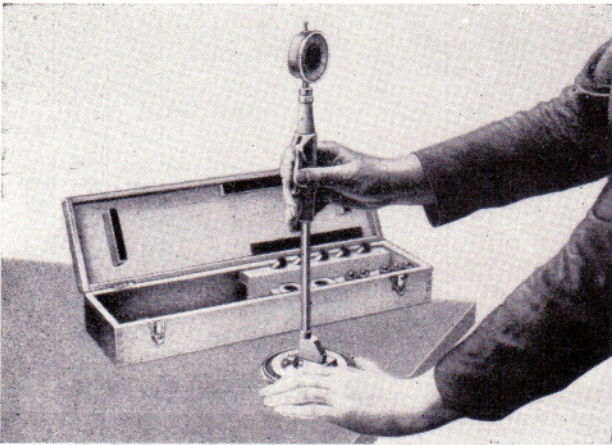

Bild 12
- Meßeinsatz in den Einstellring des betreffenden Durchmessers einsetzen und die Meßuhr auf das Grundmaß einstellen (Bild 12).